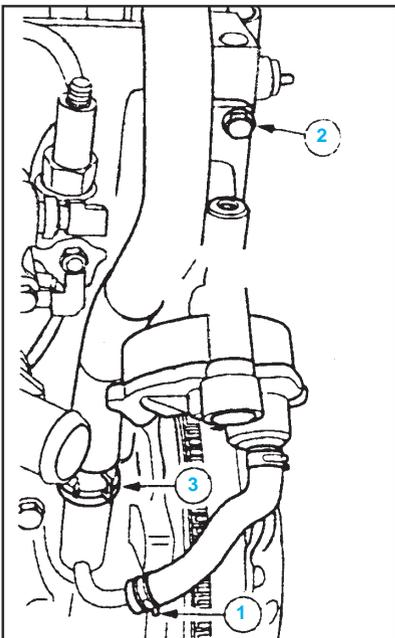

fig. Mot. 30
- Déposer la pompe à vide. (fig. Mot. 30)
- déposer la conduite de retour d'huile (1),
- déposer les deux vis (2),
- déposer le flexible de recyclage des gaz de carter. (3).